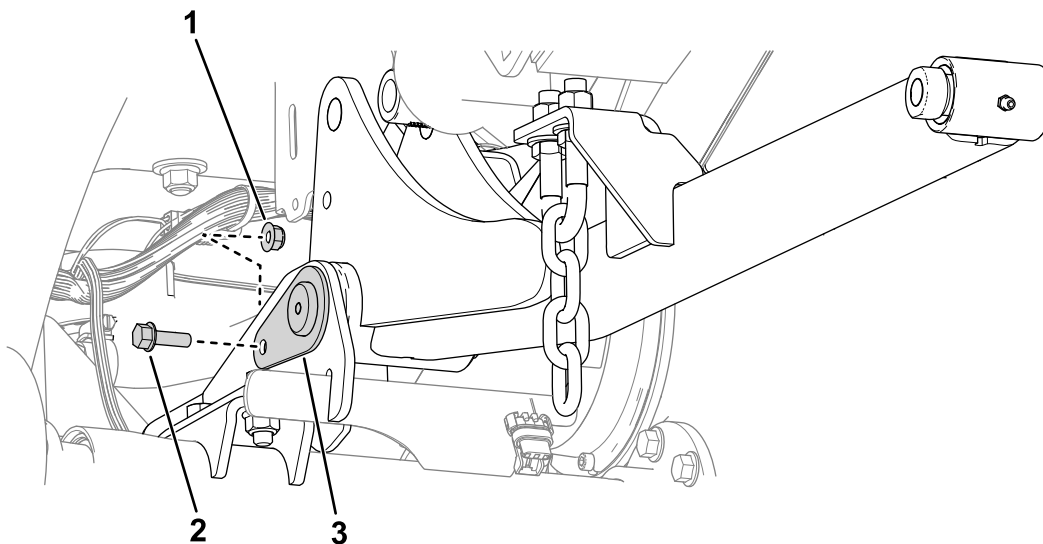

Figura 6
4. Utilizați 2 piulițe (5/16") și 2 uruburi (5/16 x 1") pentru a fixa la cadru tifturile de dimensiuni mari (Figura 6).